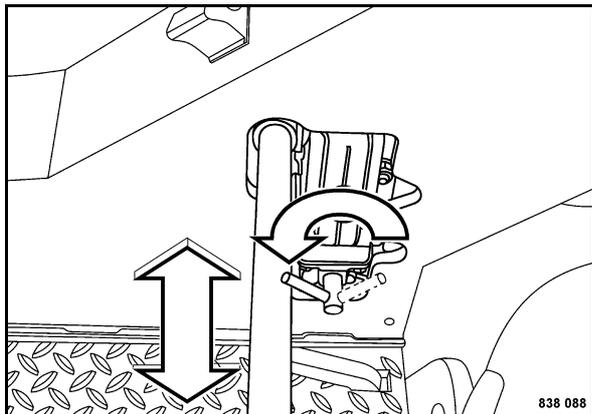

Fig. 140
- Chiudere il tettuccio di protezione (Fig. 140).